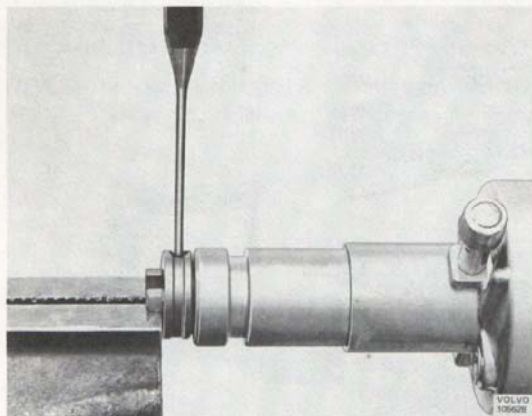

Bild 3-52. Demontering av låsstift
6. Ta bort fjädderingen och märk upp hur medbringaren sitter i förhållande till fördelaraxeln. Slå ut stiftet, se bild 3-52. Lyft av medbringaren och dra upp fördelaraxeln. Kontrollera att inga brickor kommer bort.